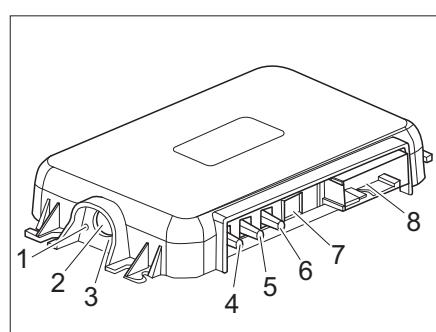

Fig. 269 SCU
- Azionare l'interruttore di attivazione (Fig. 269,1) 1x volta per creare un collegamento con la centralina EBL e SCU.